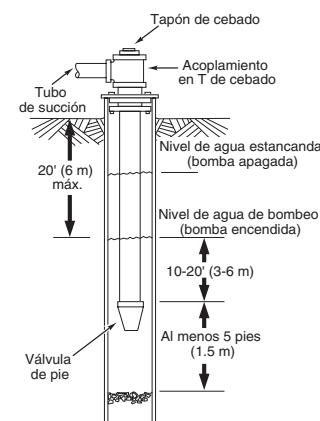

FIGURA 1 - INSTALACIÓN DE POZO ENCAMISADO/EXCAVADO
5. Cuando se utilice una válvula de contención, se recomienda un empalme T de cebado y tapón (figura 1).
5. Si se deben utilizar tramos de tubería horizontal largos, instale un acople en T de cebado entre la válvula de retención y la cabeza del pozo (figura 1). Use tubería schedule 80 o de hierro.